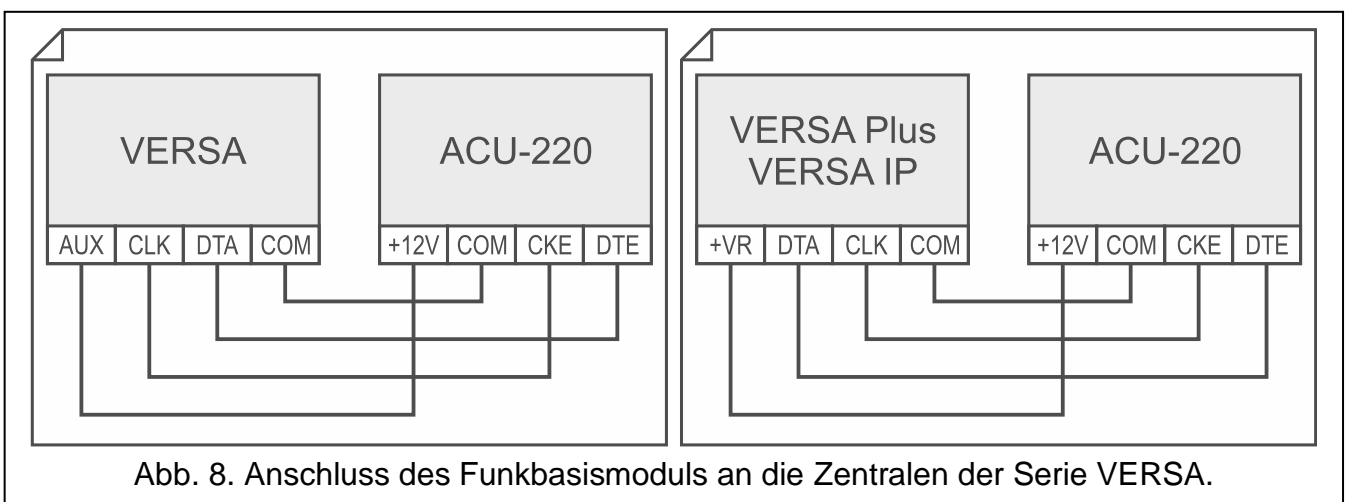

Abb. 8. Anschluss des Funkbasismoduls an die Zentralen der Serie VERSA.
**VERSA:** verbinden Sie die Klemmen CKE, DTE und COM mit entsprechenden Klemmen des Kommunikationsbusses der Alarmzentrale (Abb. 8).